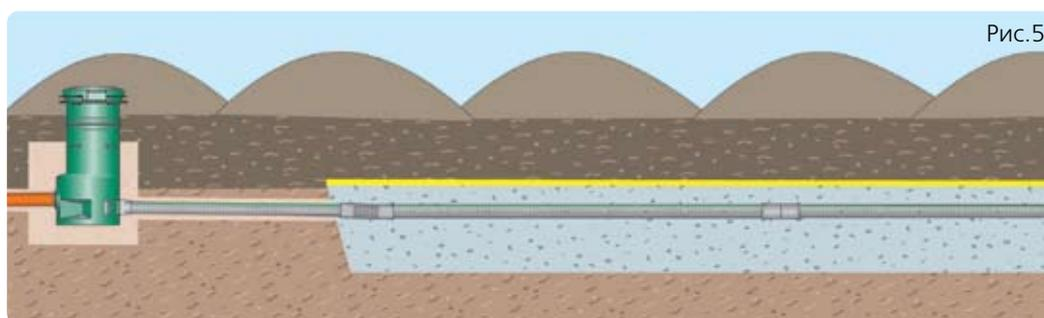

Рис.5
**5.** При помощи **распределительных труб** и отводящих патрубков распределительный колодец соедините с перфорированными трубами-распылителями. Рис. 5. Длина труб более 1 м, уклон труб составляет 5-10 мм/м. Уложите трубы на выровненном песчаном основании и выполните обратную засыпку песком или отсевом.